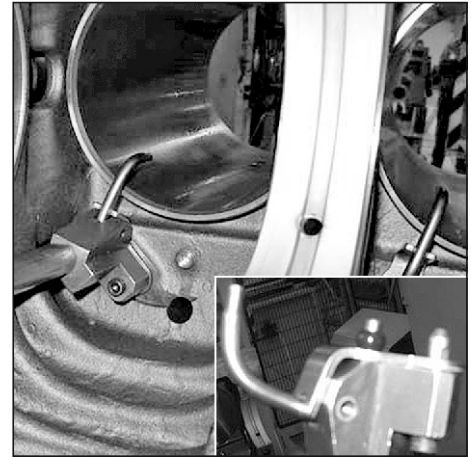

Рис. 102. Установка форсунки охлаждения поршня.
2. Установить форсунку на посадочную плоскость блока цилиндров, ориентируя носик форсунки в гильзу, накрутить болты (310107) на 2-3 нитки от руки и затянуть  $M_{кр} = 20 \pm 4$  Нм (см. **Рис. 102**).